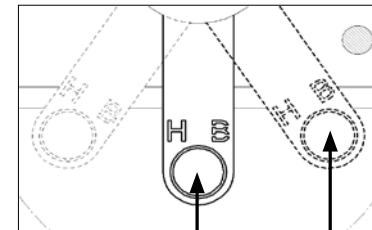

Abb.3c
- Der Luftregelbereich liegt im rechten Bereich von 0% in der Mittelstellung bis zum rechten Anschlag auf 100% (siehe Abb. 3c).